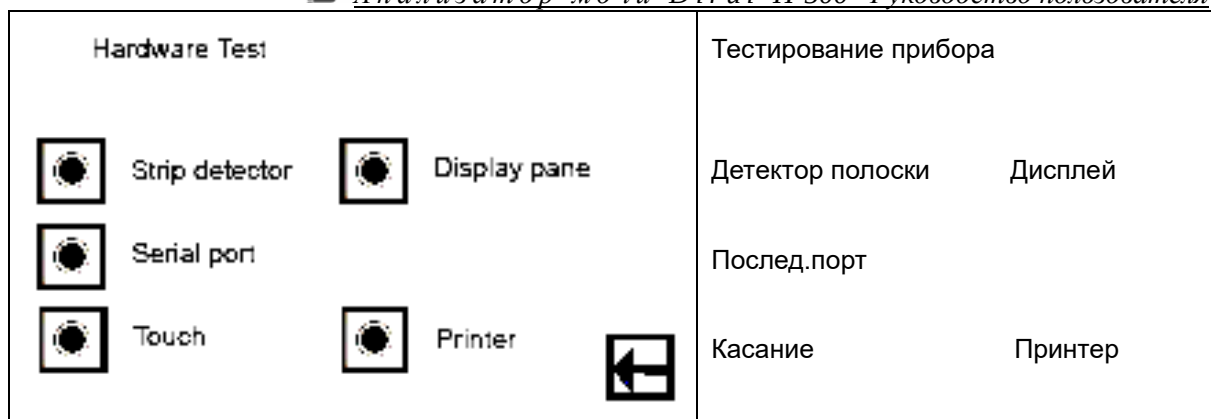

Рис. 3-34
Касание кнопки  перед строкой **PERFORM HARDWARE TESTS (ТЕСТИРОВАНИЕ ПРИБОРА)** в Подменю 6 (рис. 3-32) откроет на экране следующее окно (рис. 3-34):
- Касание кнопки  перед строкой **ДИСПЛЕЙ** (DISPLAY PANEL) запускает проверку экрана, засветятся все точки, нажав любую точку, появятся яркие и тусклые полоски. Нажав вновь любую точку на экране, вернется предыдущее окно (рис. 3-34).